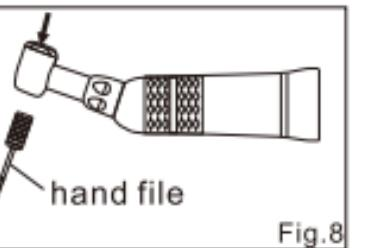

Fig.8
- 4) For at fjerne filen skal du trykke på trykknappen og fjerne filen (fig. 8).